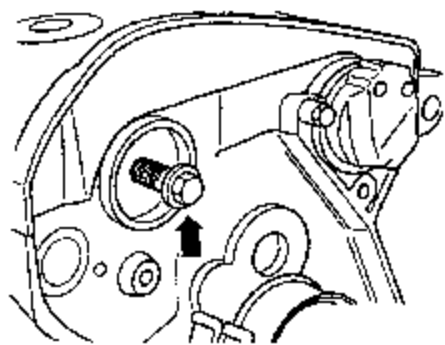

图 4-86 拧入凸轮轴上皮带轮紧固螺栓
(1) 排气凸轮轴油封的拆卸
- ①拆卸多楔皮带及张紧装置，拆卸齿形皮带护罩（上部）。
- ②沿曲轴旋转方向，用曲轴齿形皮带轮中心螺栓使曲轴转至 1 缸上止点位置。
- ③松开张紧装置，从凸轮轴皮带轮上拆下齿形皮带，用工具 3036 松开凸轮轴皮带轮，拉下凸轮轴皮带轮，用手将凸轮轴皮带轮紧固螺栓（图 4-86 箭头所示）尽可能拧入凸轮轴，以便为油封拆卸导向。